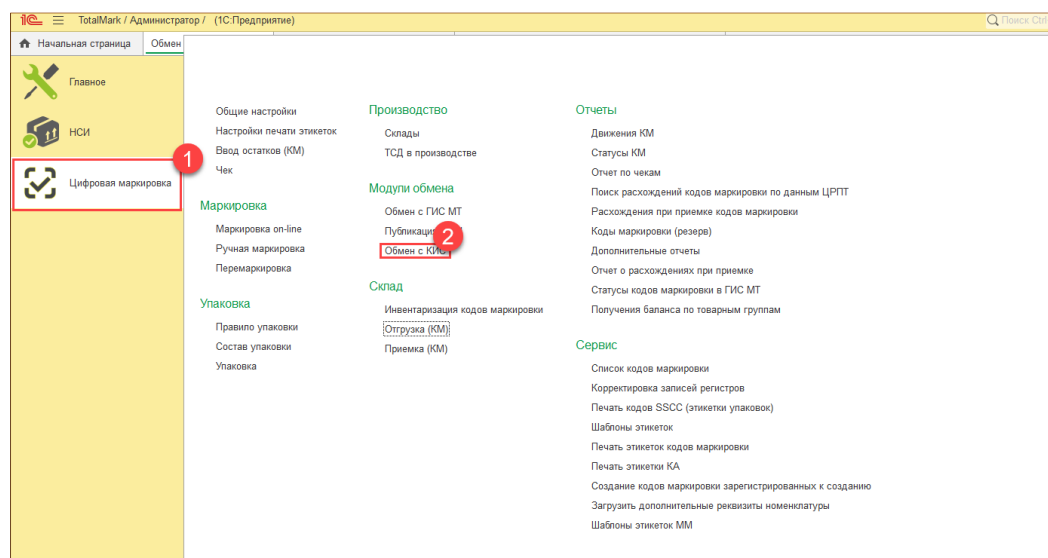

Рис. 10-8 - Работа с Заказом на приемку в Total Mark
- 3.1. Для того, чтобы открыть документ, необходимо перейти в раздел Total Mark «Цифровая маркировка»/ Обмен с КИС/Заказы на приемку (Рис. 10-8);